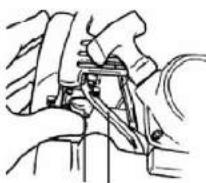

Fig. E11
3. Amorcer le moteur en appuyant quatre à cinq fois sur la pompe d'amorçage (Fig.E11)